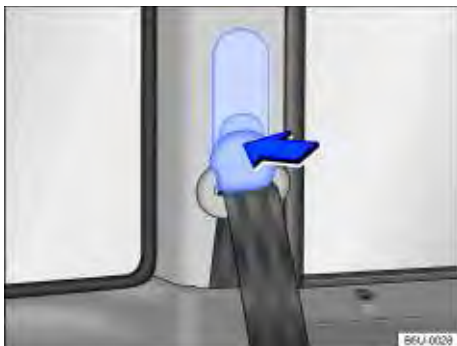

Fig. 58 Ao lado dos bancos dianteiros: regulagem de altura do cinto de segurança.
- Pressionar o dispositivo regulador no sentido da seta e mantê-lo pressionado ⇒ Fig. 58.